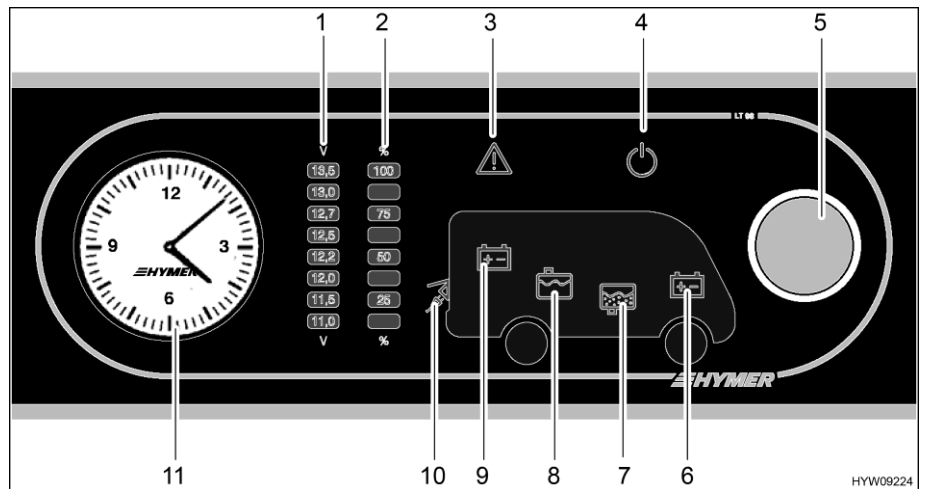

Fig. 146 Panneau de contrôle (LT 98)
Le bouton rotatif (Fig. 146,5) allume ou éteint le panneau de contrôle et l'alimentation 12 V de la cellule.
*Allumer :* ■ Appuyer sur le bouton rotatif (Fig. 146,5) : L'alimentation 12 V de la cellule est assurée. Le voyant de contrôle 12 V (Fig. 146,4) est allumé.
*Éteindre :* ■ Appuyer sur le bouton rotatif (Fig. 146,5) : L'alimentation 12 V de la cellule est coupée. Le voyant de contrôle 12 V (Fig. 146,4) s'éteint.
Le bouton rotatif (Fig. 146,5) permet de s'informer sur la tension de la batterie de cellule ainsi que sur celle de la batterie de démarrage. La tension est indiquée sur le cadran de la tension de batterie (Fig. 146,1).
- Tourner le bouton rotatif (Fig. 146,5) jusqu'à ce que le symbole de la batterie dont on désire connaître la tension s'allume.
La tension de la batterie de cellule est indiquée (Fig. 146,9)
La tension de la batterie de démarrage est indiquée (Fig. 146,6)
- Relever la tension sur le cadran de la tension de batterie (Fig. 146,1).
Le bouton rotatif (Fig. 146,5) permet de s'informer sur le niveau du réservoir d'eau ainsi que sur celui du réservoir d'eaux usées. Le niveau est indiqué sur le cadran de niveau du réservoir (Fig. 146,2).
- Tourner le bouton rotatif (Fig. 146,5) jusqu'à ce que le symbole du réservoir dont on désire connaître le niveau s'allume.
Affichage du niveau de remplissage du réservoir d'eau (Fig. 146,8)
Affichage du niveau de remplissage du réservoir d'eaux usées (Fig. 146,7)
- Relever le niveau sur le cadran de niveau du réservoir (Fig. 146,2).
Le voyant d'alerte Alarme (Fig. 146,3) clignote dès que des seuils définis sont dépassés vers le haut ou le bas.
Le voyant d'alerte Alarme (Fig. 146,3) clignote dès que la tension de la batterie n'atteint plus 11 V. Quand l'alimentation 12 V est active, le symbole de batterie correspondant (Fig. 146,6 ou 9) est de plus allumé et l'affichage "11,0" clignote sur le cadran de la tension de batterie (Fig. 146,1). Menace de décharge profonde.
Le voyant d'alerte alarme (Fig. 146,3) clignote et le symbole de réservoir correspondant (Fig. 146,7 ou 8) s'allume dès que le réservoir d'eau est vide ou celui des eaux usées plein.
Le voyant de contrôle 230 V (Fig. 146,10) s'allume si l'arrivée du bloc électrique est sous tension de réseau.